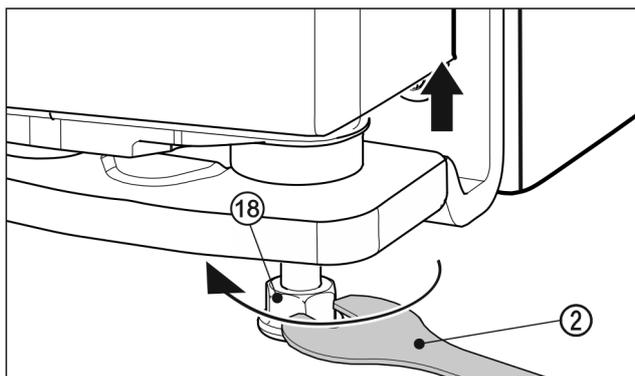

Fig. 33
- ▶ 使用附带的垫脚 Fig. 33 (18) 向右旋转轴承螺栓 Fig. 33 (2)，以便抬起门。交货时，轴承螺栓处于完全拧入状态。